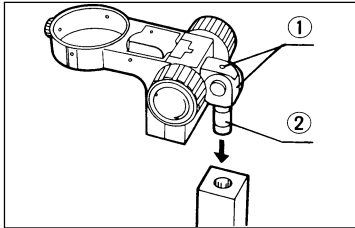

Abb. 2
- (1) Die Feststellschraube des Zubehöerteils lösen, an dem der Arm befestigt war, und den Montageschaft ② in die Öffnung am Zubehör einsetzen.
- (2) Der Montageschaft kann zwar von oben oder unten eingesetzt werden, bei der Montage schweren Zubehörs, beispielsweise für die Mikrofotografie, sollte er jedoch unbedingt von oben eingesetzt werden (Abb. 2).
- (3) Zur Einstellung des Winkels der optischen Achse die Feststellschraube ① mit dem beiliegenden Sechskant-Steckschlüssel lösen. Nach der Justierung die Feststellschraube (2) ① gut anziehen (Abb. 2).